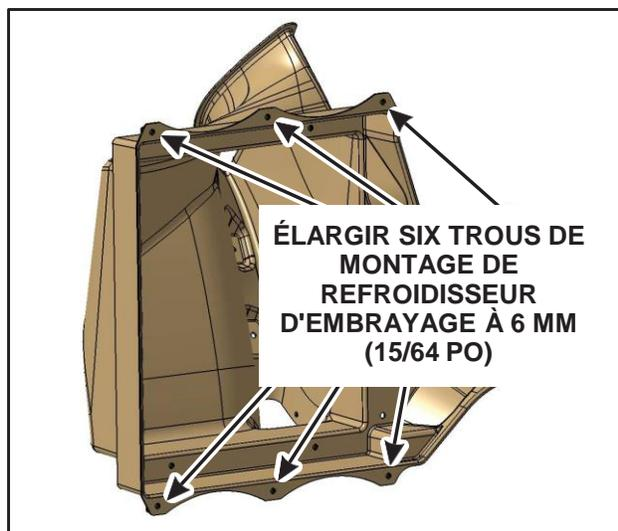

FIGURE 9a
11. Élargir les six trous de montage de refroidisseur d'embrayage illustrés dans la Figure 9a à 6 mm (15/64 po), puis ajouter quatre autres trous de 6 mm (15/64 po) en utilisant le *nouveau* support de tuyère de montage de ventilateur illustré. (Figure 9b)